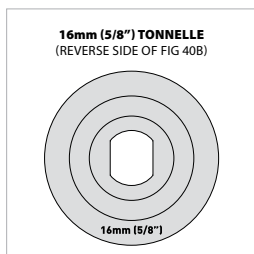

Fig. 40e
- Par « inversion » de ce centre- bride double face , vous pouvez aussi en toute sécurité lames de scie ajustement avec un 16mm (5/8") l'arbre comme étant disponibles dans le marché américain (**Fig. 40e**).